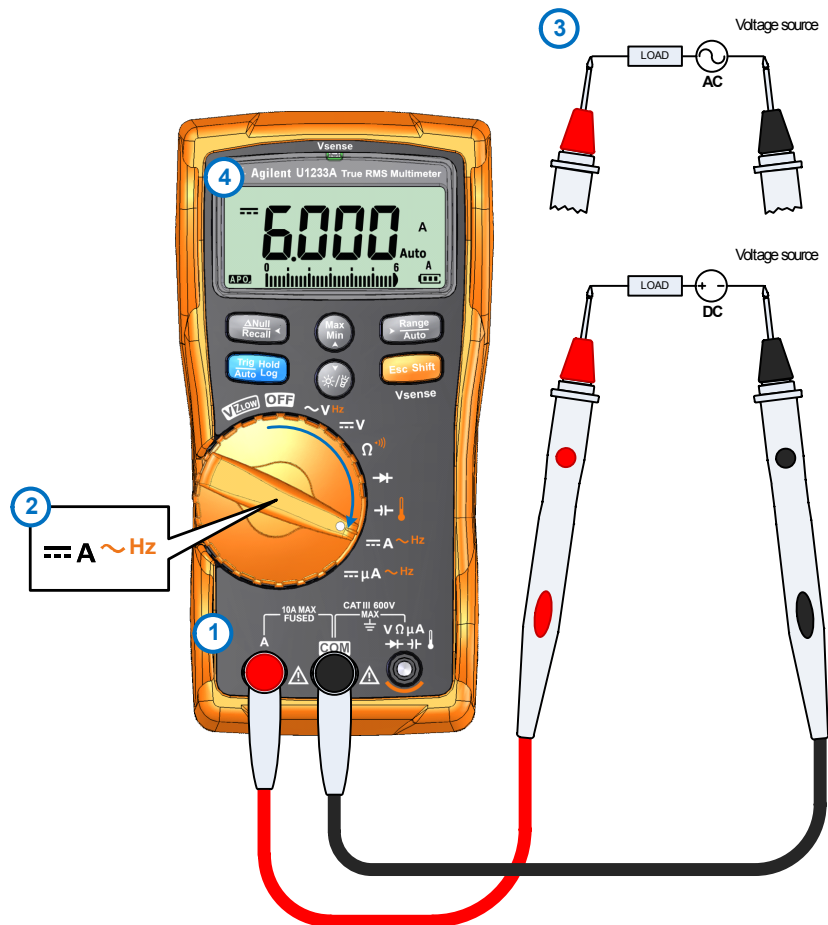
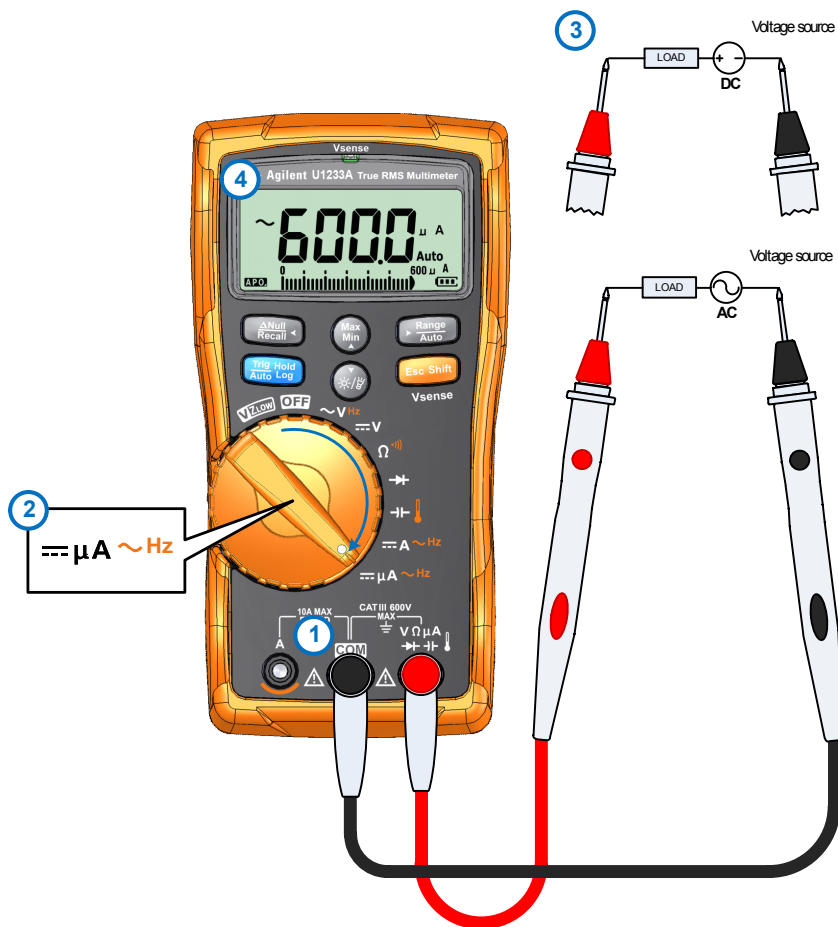

Abbildung 2-23 Messen von DC/AC-Strom (bis zu A)
Abbildung 2-24 Messen von AC/DC-Strom (bis zu μA)
Richten Sie das Multimeter wie in Abbildung 2-23 und Abbildung 2-24 gezeigt ein, um die AC- oder DC-Stromstärke zu messen. Prüfen Sie die Testpunkte und lesen Sie die Anzeige.
- 1 Richten Sie das Multimeter zur Messung von μA ein wie in Abbildung 2-24 gezeigt.